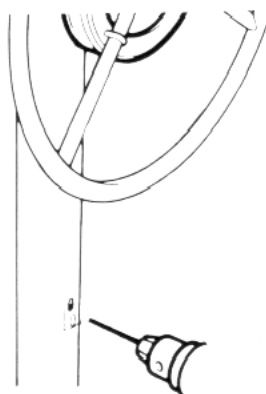

Fig. 14
- Percer 4 trous d'un diamètre de 4,3mm au bas de chaque trou oblong, afin de conserver un peu de réglage pour la tension de la courroie (Fig. 14)
L'installation du mât étant terminée et la tête de girouette en place, placer la pôle sur l'axe de la tête et mettre en place le circlips fourni en standard, (Fig. 14) S'assurer que le circlips soit bien engagé dans la gorge.